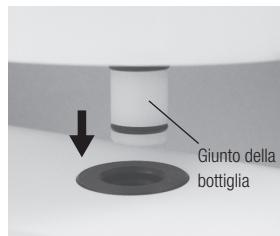

Fig.3
- 3) Chiudere il tappo della bottiglia VA e inserire il giunto della bottiglia nel connettore del supporto per bottiglia fino a farlo scattare. (Fig. 3)